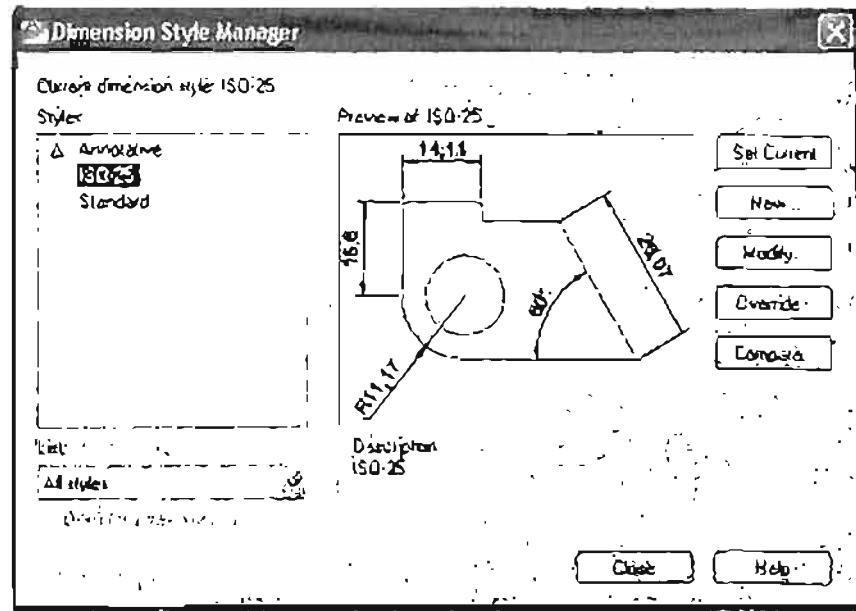

Рис. 3.12. Диалоговое окно Dimension Style Manager диспетчер размерных стилей
1. Щелкните мышью на кнопке Dimension style manager (Диспетчер размерного стиля), панели инструментов styles (Стили). Появится диалоговое окно Dimension Style Manager (Диспетчер размерных стилей) (рис. 3.12). Это окно можно вызвать из меню Format/Dimension Style.